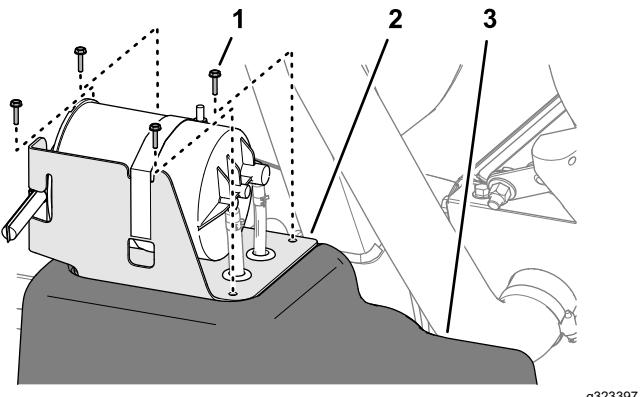

Figura 80
2. En el depósito de combustible, retire los 4 tornillos (Nº 10 x $\frac{3}{4}$ ") que sujetan el soporte del cartucho de carbón a la parte superior del depósito de combustible (Figura 80).